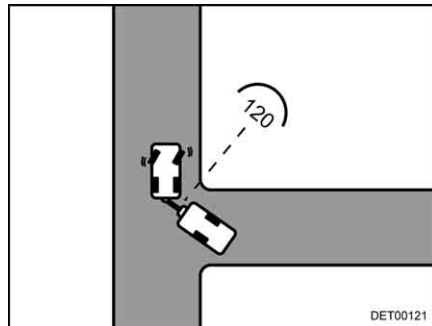

Fig. 19 Svoltare all'incrocio
- Appena entrambi i veicoli si trovano ad un angolo di ca. 120° l'uno rispetto l'altro, fermarsi (Fig. 19).